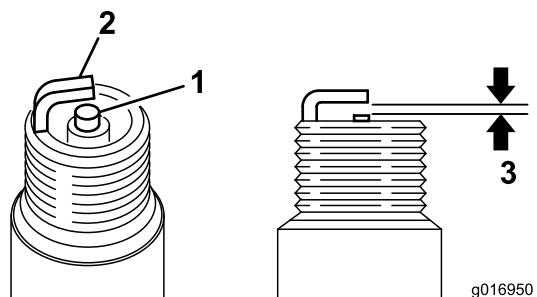

Figura 35
3. Ajuste el espacio entre electrodos a 0,6-0,7 mm (0,024-0,028 pulgada) (Figura 35). Tras ajustar correctamente los electrodos, instale la bujía y apriétela a 23 N·m (17 pies-libra).